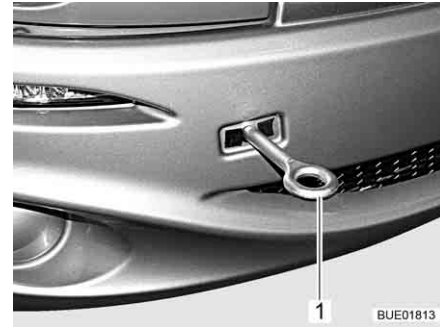

Fig. 49 Œillet de remorquage, monté
- Monter l'œillet de remorquage (Fig. 49,1) selon les instructions du mode d'emploi du véhicule porteur.